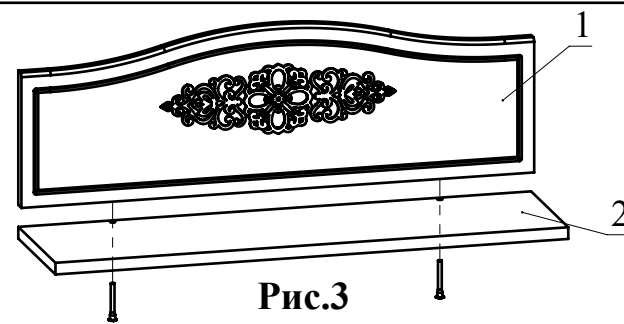

Рис.3
3. При помощи конфирматов 7x50 соедините детали 1 и 2 (Рис. 3).